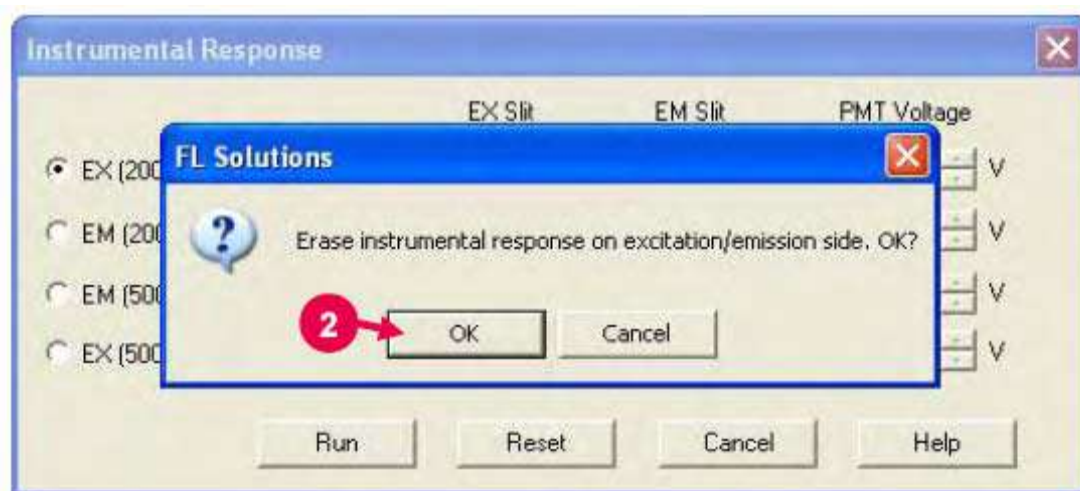

Рис. F-16
- (2) Появится окно сообщения «Стереть время реакции прибора на стороне возбуждения/излучения. OK?» (Erase instrumental response on excitation/emission side. OK?). Нажмите кнопку «OK». (Смотрите (2) на рис. F-16).